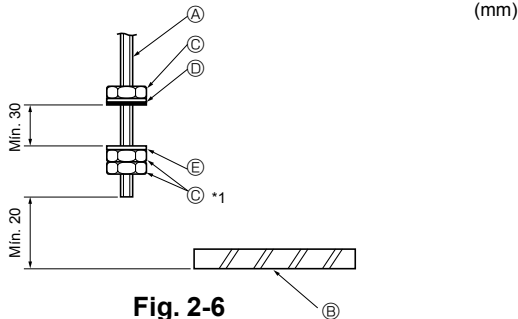

Fig. 2-6
2.4. Procedimientos de suspensión de la unidad (Fig. 2-6)